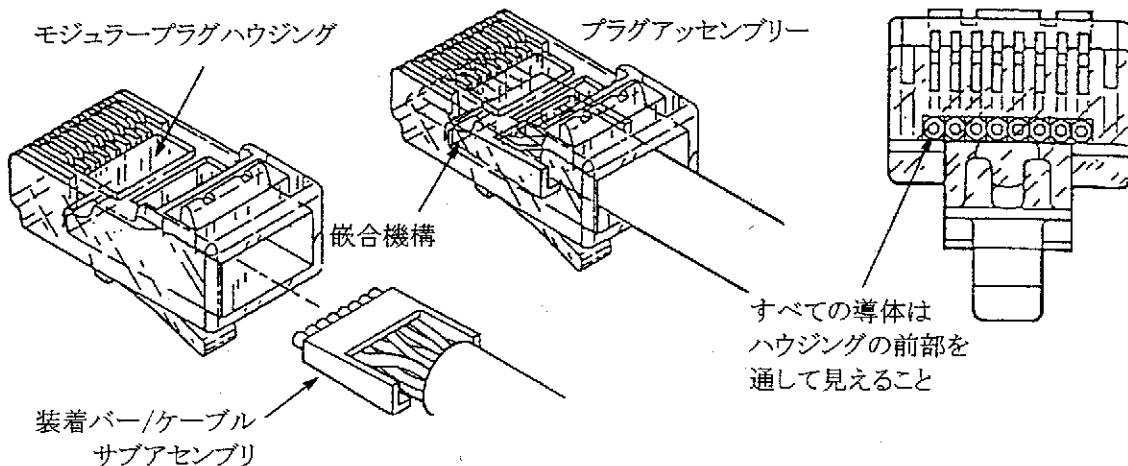

図 7
6. 装着バーが完全にモジュラープラグハウジングの中で嵌合機構に挿入されることを確認する。(図7参照)。導体は完全に差し込まれ、そして電線回路の「底に着く」、そして明らかにモジュラープラグの前部を通して見えること。